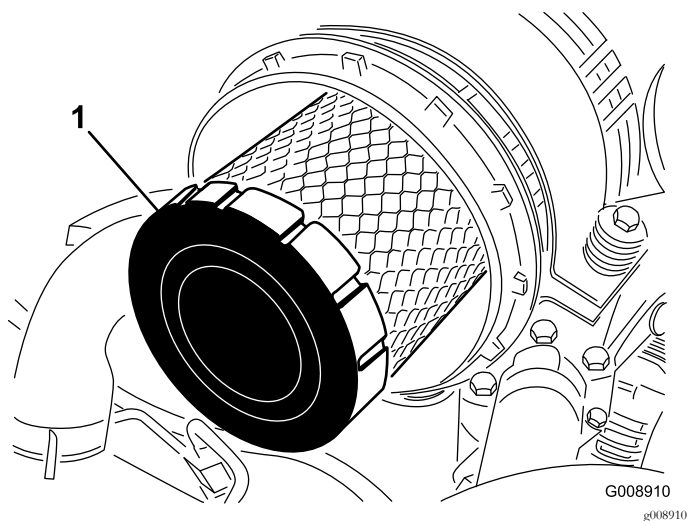

Figura 63
4. Togliete il filtro primario e sostituitelo (Figura 63).